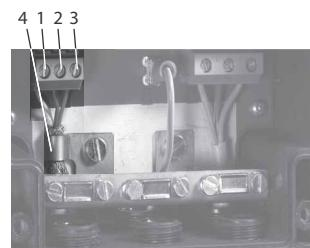

Fig. 5 Conexión GENibus
Para garantizar una comunicación estable y fiable, la pantalla del cable para la conexión GENibus deberá conectarse siempre a la abrazadera de tierra. Ver fig. 5, pos. 4.
3. Aflojar la abrazadera de tierra (fig. 5, pos. 4).
4. Conectar los conductores a los terminales A, Y y B (fig. 5, pos. 1, 2 y 3).
5. Conectar la pantalla del cable bajo la abrazadera de tierra y apretar la abrazadera de tierra (fig. 5, pos. 4).